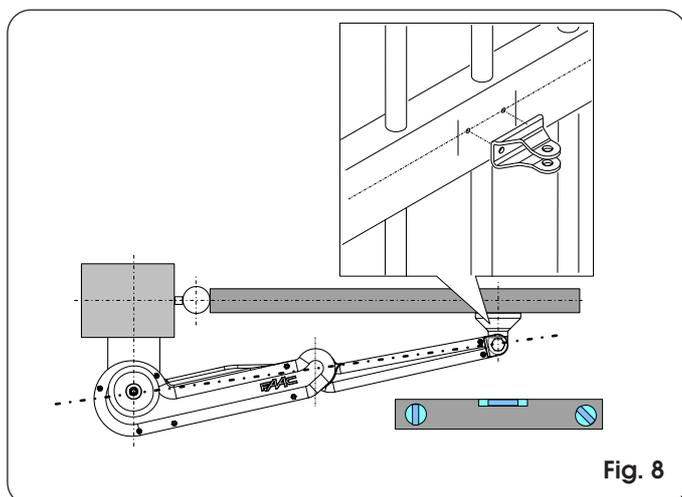

Fig. 8
- Fissare provvisoriamente l'attacco anteriore all'operatore completamente esteso e con i 3 punti di rotazione allineati (Fig. 8). Appoggiare l'attacco all'anta e tracciare i punti di fissaggio. Verificare la perfetta orizzontalità dell'operatore e dell'attacco.
Ribloccare l'operatore come indicato in Fig. 11, accertandosi che i tre punti di rotazione siano ben allineati (vedi Fig. 8).